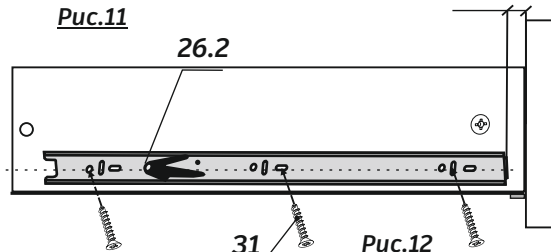

Рис.12
2. Приложить направляющую к каждой боковой стенке ящика так, чтобы центры отверстий направляющей совпали с линией на боковой стенке ящика, выдержав размеры, показанные на рис.12
3. Крепить направляющие к каждой боковой стенке ящика шурупами 3,5x16 (п.31) – 3 шт (см. рис.12).